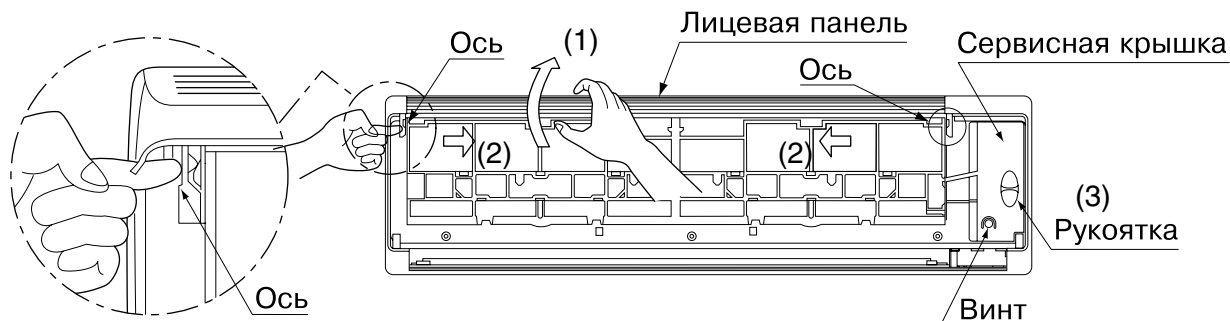

Рис. 5
#### (4) Снимите лицевую панель и сервисную крышку. (См. рис. 5)